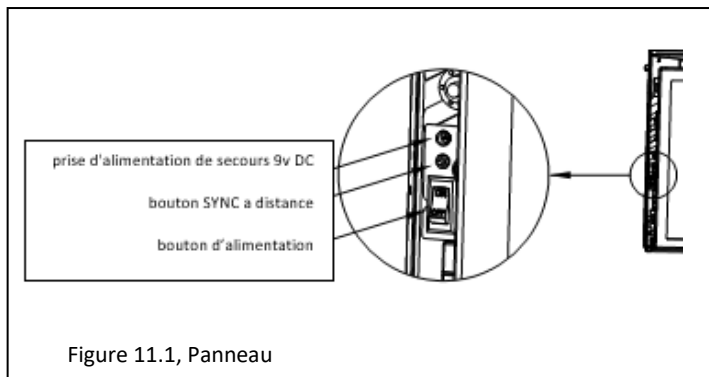

Figure 11.1, Panneau
- Voir les figures 11.1 et 11.2 pour savoir comment brancher la batterie de secours dans le port d'entrée.